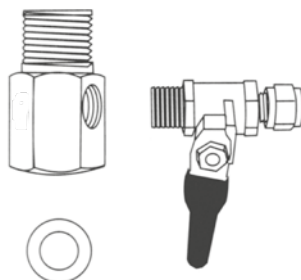

Рис. 8
2.1. Соберите узел подачи воды путем соединения шарового крана с тройником, как показано на **рис. 8**. Используйте ленту ФУМ, вверните кран подачи воды в тройник. Будьте предельно осторожны при подсоединении крана — чрезмерное усилие повредит его резьбу. Используйте только гаечный или малый разводной ключ. Не используйте другие материалы для герметизации соединения.